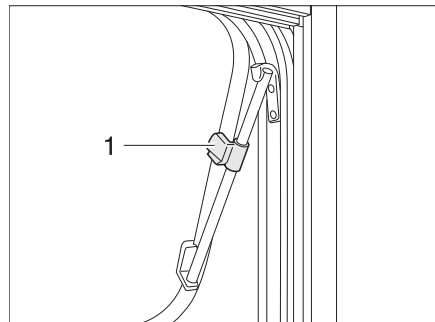

Fig. 66 Ventana abatible con soportes giratorios, abierta
- Abrir la ventana abatible hasta la posición deseada y fijarla con el mando moleteado (Fig. 66,1).
- Girar el mando moleteado (Fig. 66,1) hasta que se suelta el bloqueo.